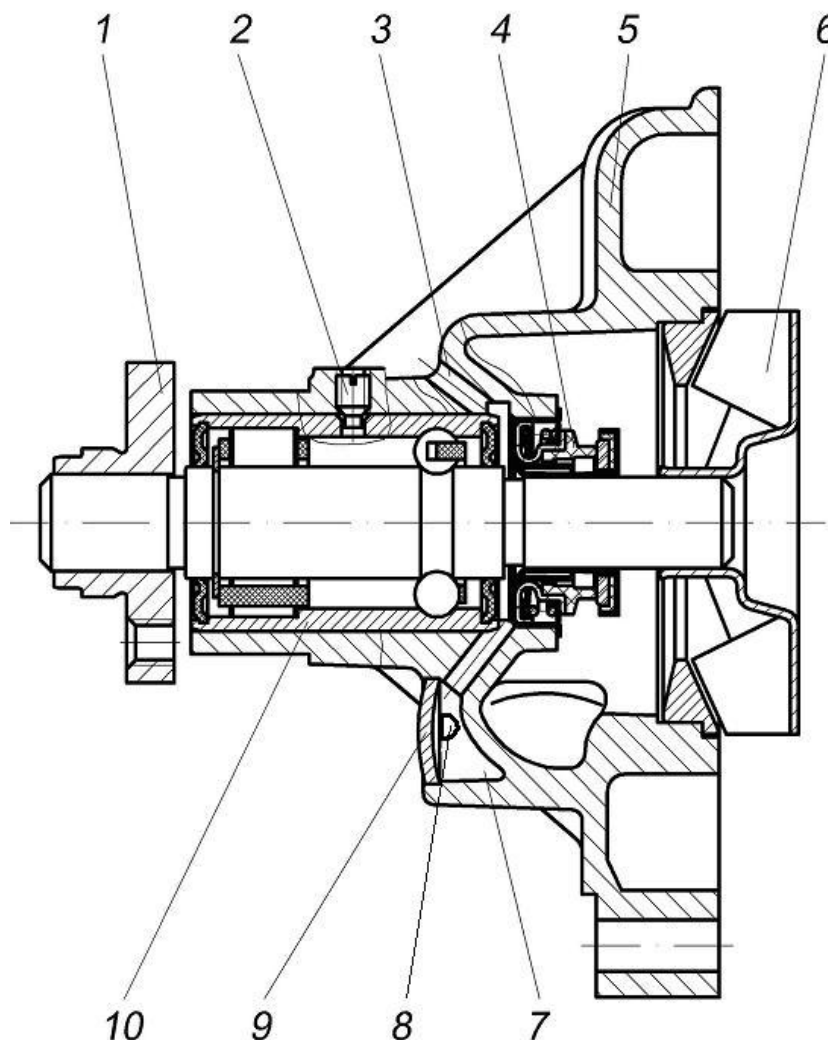

Рис.30. Водяной насос:
**Водяной насос** (рис.30) – центробежного типа, установлен на крышке цепи. Подача охлаждающей жидкости насосом осуществляется в блок цилиндров.